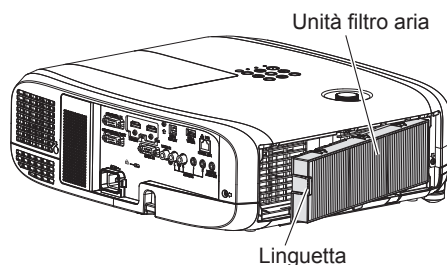

Fig. 1
1) Collegare l'unità filtro aria al proiettore. (Fig. 1)